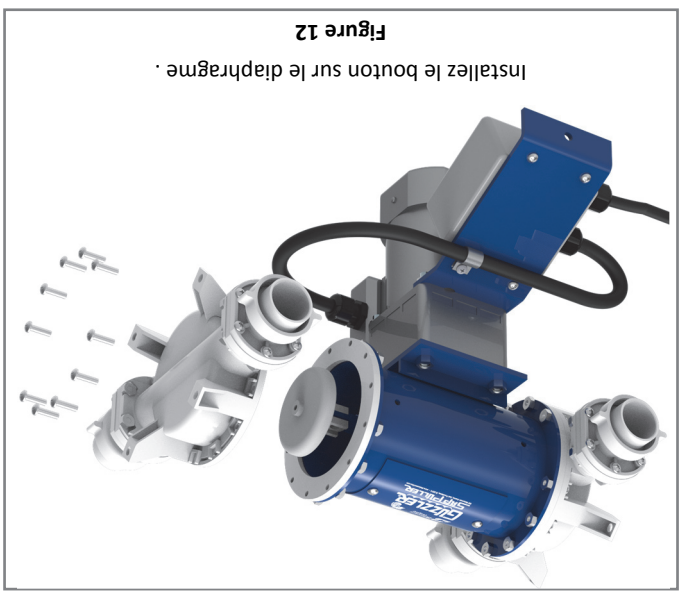
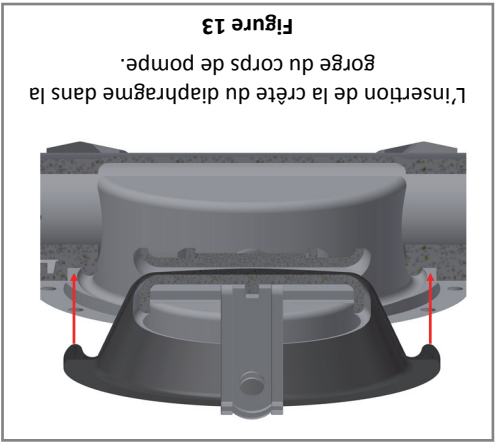

Figure 12
Figure 13
11. Place the pump body up against the diaphragm and align it with the holes in the housing. (Figure 12) Be sure that the diaphragm's outer lip sits in the groove running around the circumference of the pump body. (Figure 13) (Note: Ensure the pump body is installed in the correct orientation, with the outlet facing up.)
11. Remettez en place le corps de pompe et alignez les trous avec ceux du boîtier. (Figure 12) Assurez-vous que la crête qui fait le tour de la base du diaphragme s'ajuste bien dans la gorge qui fait le tour du corps de pompe. (Figure 13) (Note: Assurez-vous que le corps de pompe est installé correctement, la sortie vers le haut.)